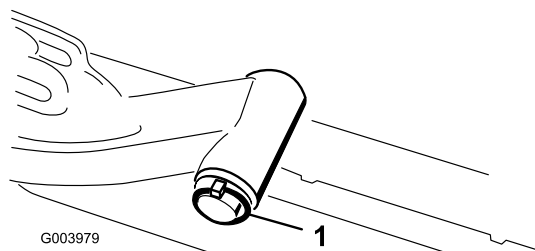

図 12
- A. 昇降アームのピボットシャフトを昇降アームに固定しているリンチピンとワッシャを外し、昇降アームからピボットシャフトを抜き出す（図 12）。
- C. 昇降アームのシャフトを昇降アームに差し込み、ワッシャとリンチピンで固定する（図 12）。